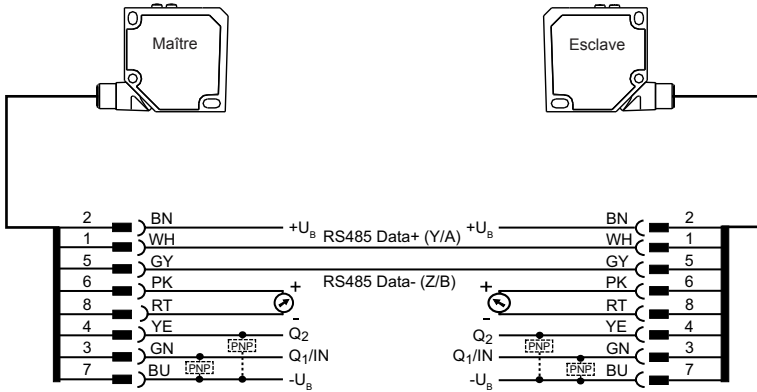

Fig. 21
2. Raccorder les capteurs selon le plan de raccordement et les connecter (fig. 21).